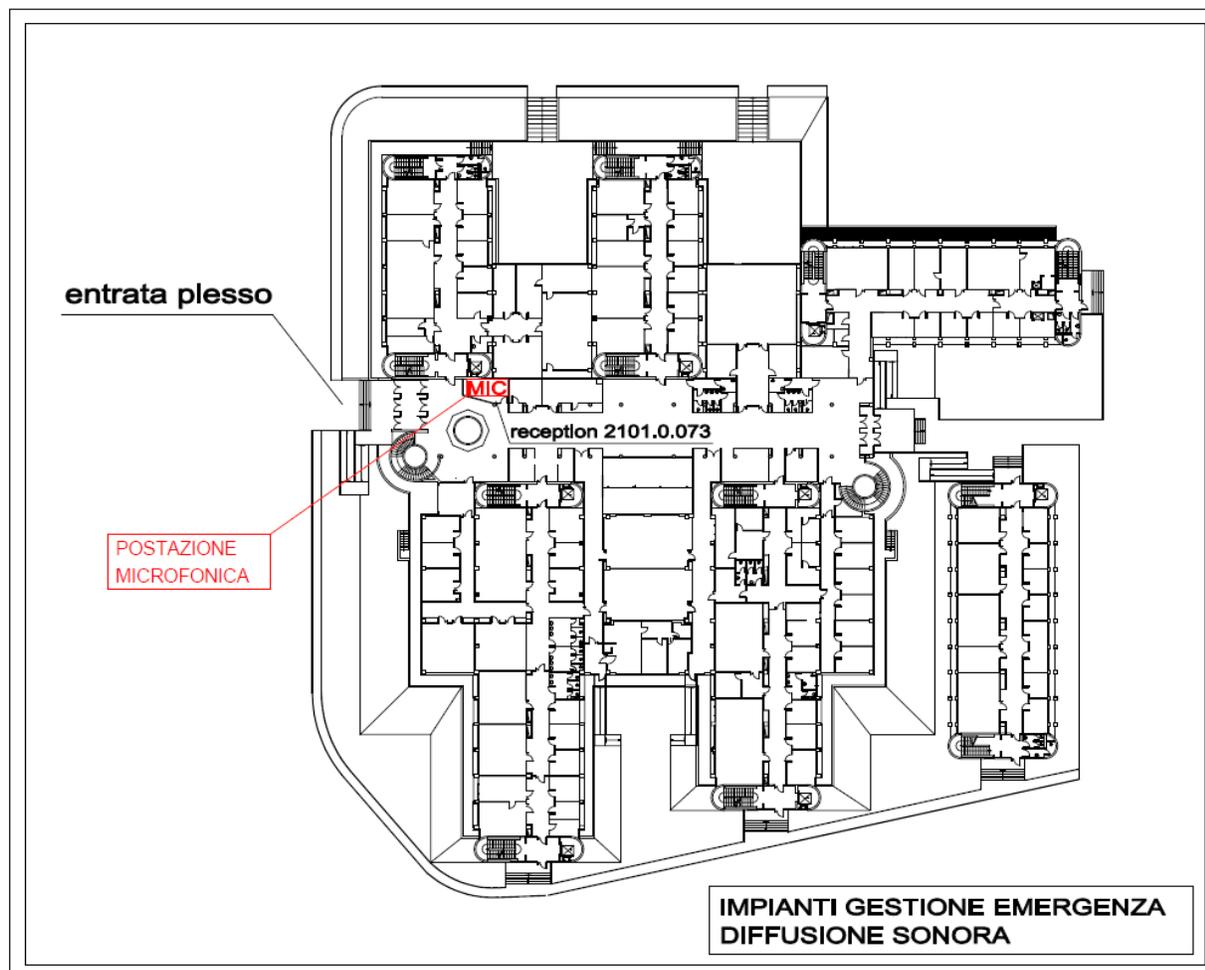

Figura 1.2 – Impianto diffusione sonora.
Per la gestione dell'emergenza e dell'evacuazione è inoltre presente un impianto di diffusione sonora con altoparlanti la cui centrale di comando e postazione microfonica è collocata nella reception al piano rialzato (vedi p.to 3.3 – Figura 1.2).
- valuta autonomamente l'opportunità di avviare il segnale di EVACUAZIONE della struttura (messaggio preregistrato) mediante la postazione microfónica presente in reception (vedi p.to 3.3 – Figura 1.2).
- conferma l'ordine di evacuazione dell'edificio (messaggio preregistrato) facendo attivare l'impianto tramite la postazione microfonicata presente in reception (vedi p.to 3.3 – Figura 1.2);
- effettua la chiamata al **Numero Unico per le Emergenze (112)**; dopo il "pronto" dell'operatore, notifica la situazione d'emergenza indicando nell'ordine: